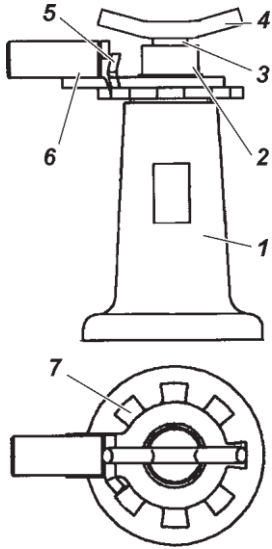
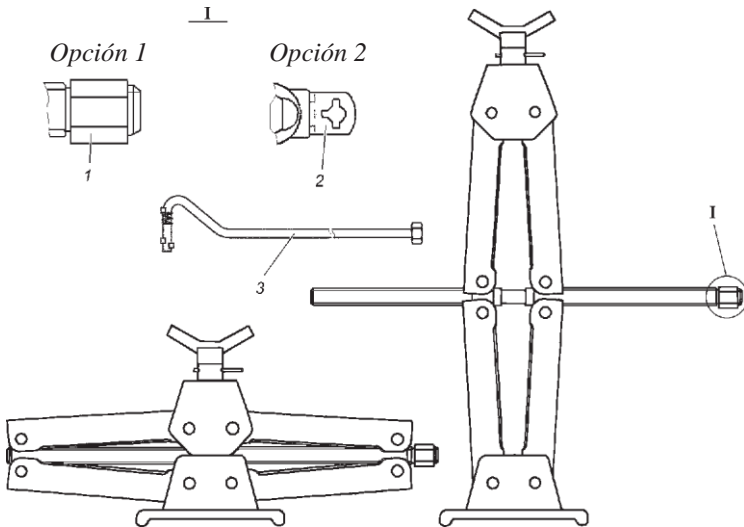

Fig. 10.1 Gata:
Fig. 10.2 Gata:
**La gata** (fig. 10.1 o 10.2) sirve para suspender las ruedas del vehículo durante su mantenimiento o reparación. La capacidad de carga de la gata en la fig. 10.1 es de 2 t, en la fig. 10.2 — 1 t. La altura máxima de subida de la gata de la fig. 10.1 — 410 mm, en la fig. 10.2 — 380 mm.
### **Orden de operaciones para suspender las ruedas usando la gata de la fig. 10.1:**
### **Orden de operaciones para suspender la rueda con la gata róm-bica de la fig. 10.2:**